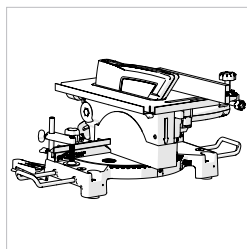

Fig. 18
- Feststellschraube für die Höheneinstellung (**Abb.18**) lockern und Tisch vollständig nach unten senken.